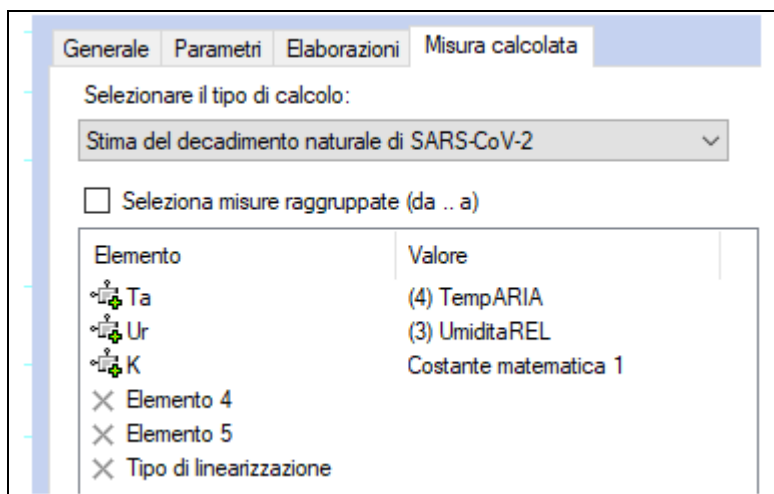

Fig. 3
6. Impostare i parametri della scheda *Misura calcolata* come indicato in Fig. 3. Il valore assegnato a K deve essere lo stesso impostato al punto 2. L'esempio in figura mostra che è stata utilizzata la Costante matematica 1.